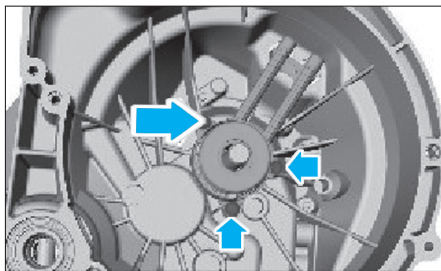

Fig. 5
- Déposer les trois vis de fixation du cylindre récepteur d'embrayage et le dégager (Fig.5).